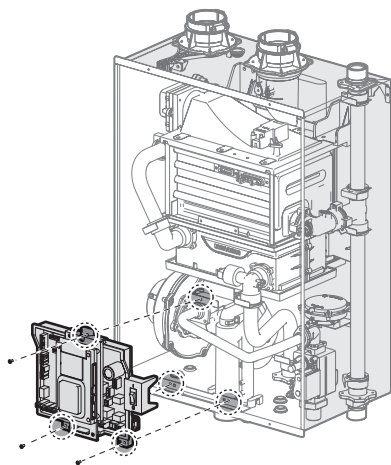

Figura 1. Cubierta Delantera de la Serie NHB
2. Con un destornillador Phillips, quite 4 tornillos (2 arriba y 2 abajo) del conjunto de cubierta delantera para acceder a los componentes internos. Consulte la ilustración de la cubierta delantera en la Figura 1.